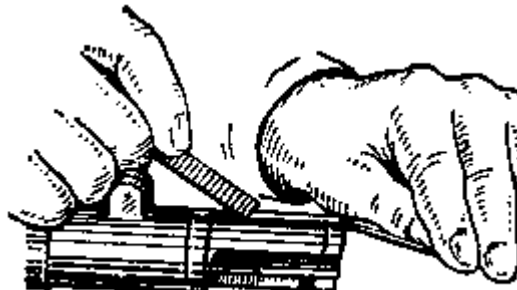

Рис. 5. Отделение пружины выбрасывателя
5. **Отделить выбрасыватель**, для чего вставить выколотку в выемку выбрасывателя и, приподняв передний конец пружины выбрасывателя, вытолкнуть ее концом отвертки вперед (рис. 5), вывести выбрасыватель из пазов затвора.